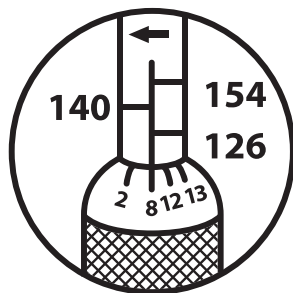

FIG1 112Nm
2. Draai de gekartelde hendel met de klok mee totdat de 8Nm-gradatie op de schuine rand van de hendel in lijn is. Vergrendel de hendel stevig door de borgmoer met de klok mee te draaien. De sleutel is nu ingesteld op 120 Nm, wat klaar is voor gebruik. Zie afbeelding 1 en 2